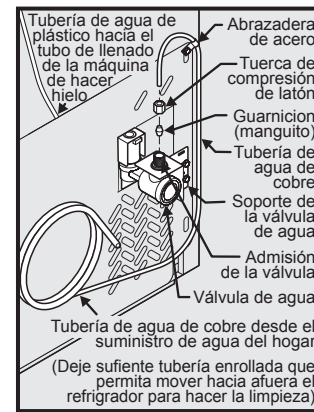

figura 1
4. Si utiliza tuberías de cobre, deslice la tuerca de compresión de latón y la guarnición (manguito) en la tubería de suministro de agua. Inserte la tubería de agua en la admisión de la válvula de agua tan adentro como sea posible ($\frac{1}{4}$ " / 6 mm). Inserte la guarnición (manguito) en la admisión de la válvula y apriete a mano la tuerca de compresión en la válvula. Apriete media vuelta adicional con una llave. NO apriete demasiado. **Vea la figura 1.** Si utiliza tubo de acero inoxidable flexible trenzado: la tuerca ya va montada en la tubería. Deslice la tuerca en la entrada de la válvula y apriete con el dedo la tuerca a la válvula. Apriete otra media vuelta con una llave; NO apriete excesivamente. **Vea la figura 2.**